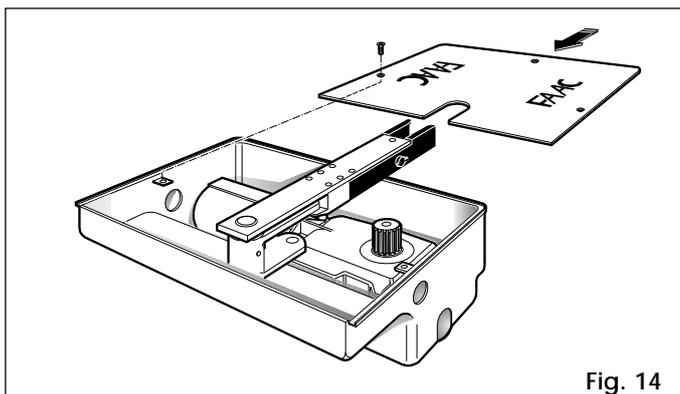

Fig. 14
- 6) Fijar la tapa de la caja con los tornillos respectivos (fig. 14).